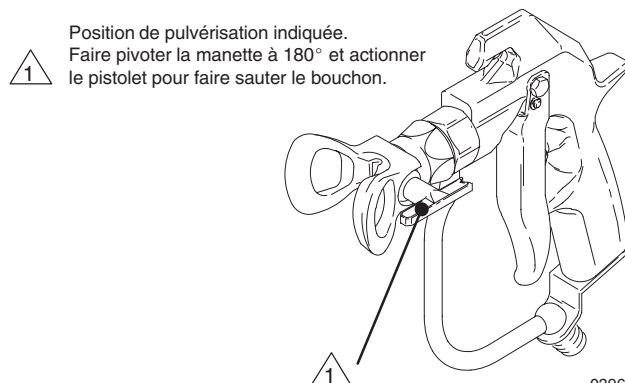

Fig. 4
2. Verrouiller la gâchette du pistolet. Faire pivoter à nouveau la manette de la buse RAC IV à 180°. Voir Fig. 4.
4. Verrouiller la sécurité de gâchette du pistolet. Faire pivoter la manette de la buse sur la position de pulvérisation. Voir Fig. 4.